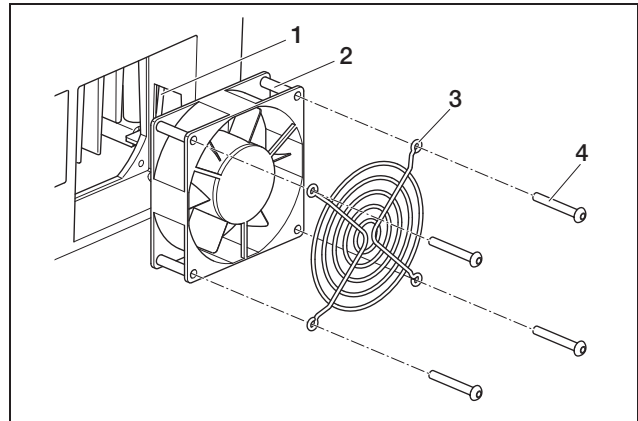

Abbildung 79: Lüfter ausbauen (PIKO 3.0/3.6/4.2/5.5)
- PIKO 3.0/3.6/4.2/5.5: Lösen Sie die Schrauben (4 in Abb. 79) und nehmen Sie das Lüftergitter und den Lüfter vorsichtig heraus.